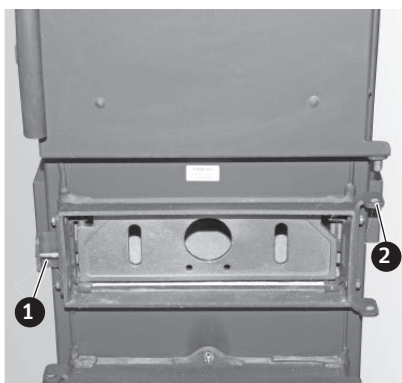
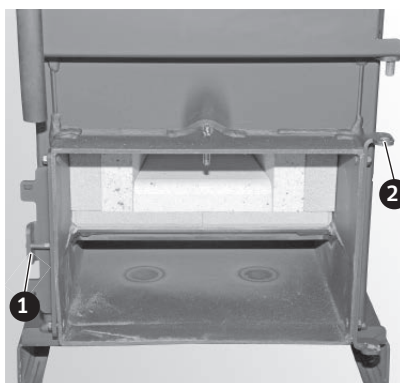

Fig. 18 Sportello di accensione: invertire supporto dello sportello e supporto di chiusura
Fig. 19 Sportello cenere: invertire supporto dello sportello e supporto di chiusura
- ▶ Svitare il supporto sportello e il supporto di chiusura dal corpo della caldaia e riavvitarli insieme dopo averli invertiti – Fig. 18, Fig. 19.